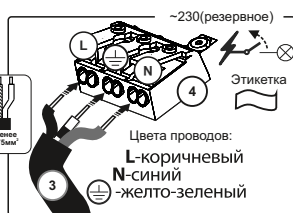

Рисунок 5
3.2 Подключение резервного питания (рисунок 5) (клеммная колодка с этикеткой): подключите токоподводящий кабель (3) к клеммной колодке светильника (4), соблюдая цветовую маркировку.